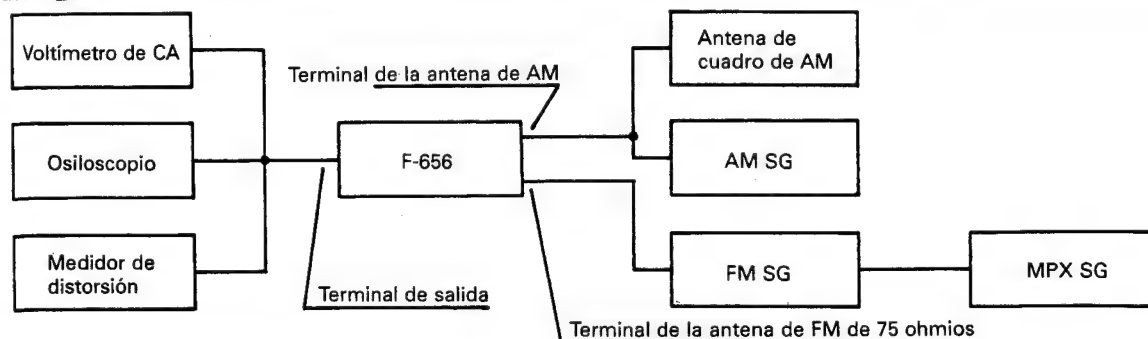

Fig. 5-1
- Con respecto a las conexiones y puntos de ajuste, consulte la Fig. 5-1 y Fig. 5-2.